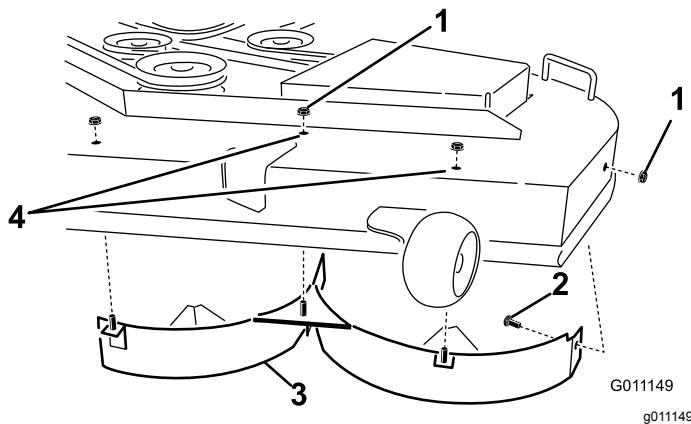

Bild 32
5. Entfernen Sie die drei Sicherungsmuttern (5/16"), mit denen die geschweißten Streben des linken Ablenkblechs oben am Mähwerk in der Mitte, links von der Mitte und in den linken Stellungen befestigt sind (Bild 32).
6. Entfernen Sie die Schlossschraube und die Sicherungsmutter an der Seitenwand des Mähwerks, die das linke Ablenkblech am Mähwerk befestigen (Bild 32).
7. Nehmen Sie das linke Ablenkblech vom Mähwerk ab (Bild 32).
8. Suchen Sie die zwei Schrauben in den losen Teilen und setzen Sie diese Befestigungen mit den vorhandenen Sicherungsmuttern in die Löcher im Mähwerk ein, die in Bild 32 abgebildet sind, um das Herausschleudern von Rückständen zu vermeiden.